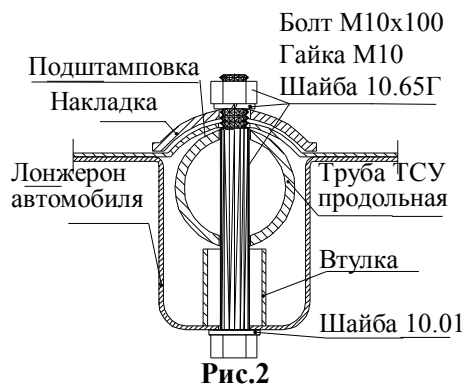

Рис.2
4.5 Поставить две втулки на дно лонжеронов над просверленными отверстиями (см. Рис.2). Вставить два болта М10х100, с предварительно надетыми на них шайбами М10.01 так, чтобы втулки не могли свободно перемещаться вдоль лонжерона.
упора шляпкой болта в лонжерон (см. Рис.2). Наживить болты гайкой М10, расположив накладку между полом багажника а/м и пружинной шайбой М10.65Г.